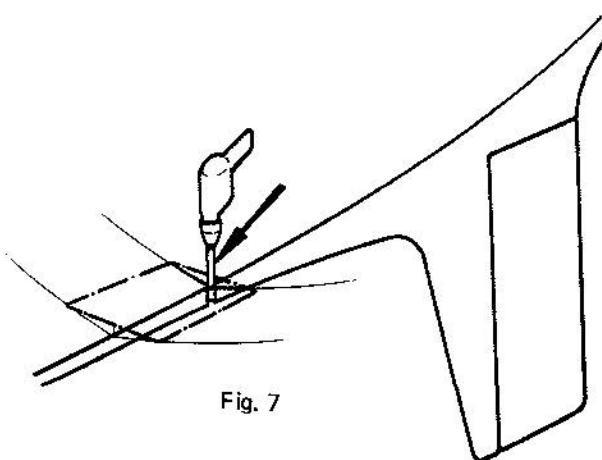

Fig. 7
1. Bestäm exakt plats för bädden med hjälp av båtritning och mättskiss. Märk ut var akterkanten på det rektangulära hålet blir placerat i båtbotten och borra ett hål, ca. 4 mm vertikalt i centrum på akterkantlinjen. (Se fig. 7.)
1. Decide the exact position for the bed with the help of the boat drawing and dimensions sketch. Mark out where the aft-edge on the rectangular hole is to be placed in the bottom of the boat and drill a hole about 4 mm (0.16") vertical in the centre of the aft-edge line. (See Fig. 7.)